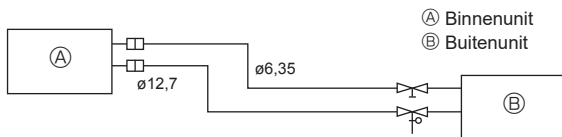

Fig. 5-2
(1) Onderstaande tabel geeft de specificaties voor leidingen die in de handel verkrijgbaar zijn. (Fig. 5-2)